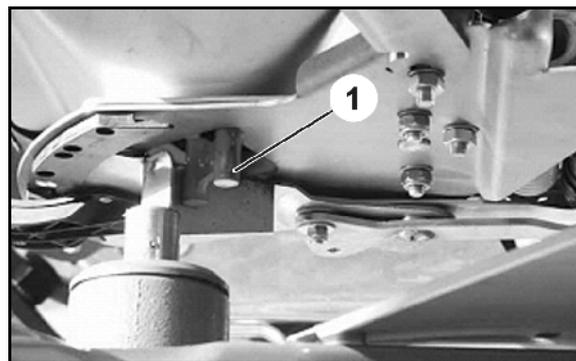

図 59
6. 開かれた排出口の断面に、設定ゲージ (図 59/1) (オプション、注文番号 915018) を容易に通すことができなければなりません。